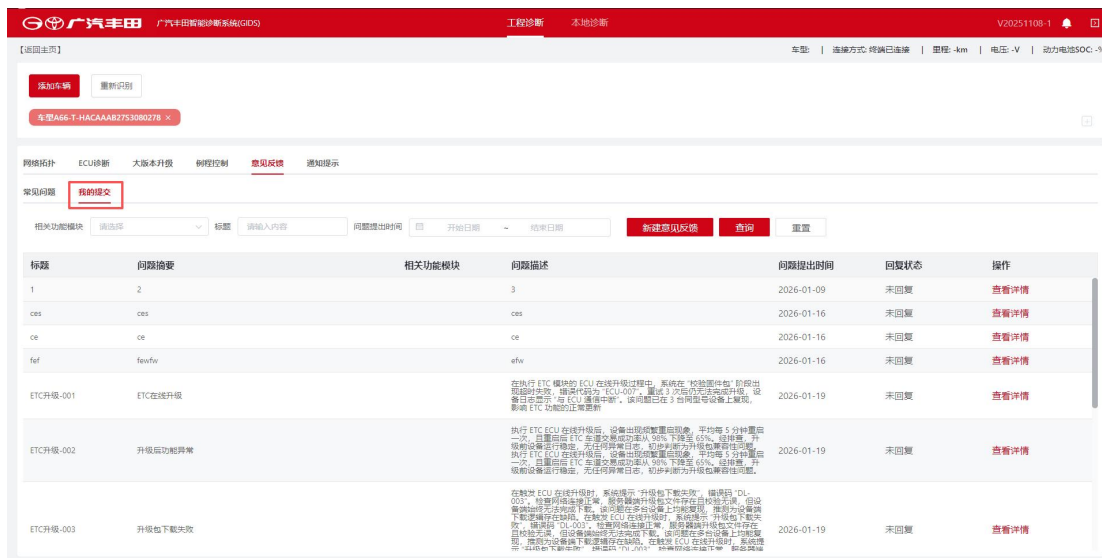

Рис. 8-5 Мои заявки
1. Нажмите вкладку [Обратная связь], чтобы открыть страницу обратной связи, затем нажмите вкладку [Мои заявки], как показано на Рис. 8-5 Мои заявки.